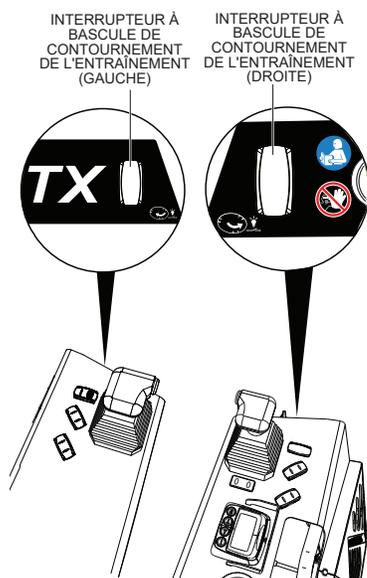

Figure 61. Commutateur à bascule de contournement d'entraînement
4. Pour installer les autres pales de la calandre, tournez les rotors en maintenant enfoncé l'interrupteur à bascule de contournement de l'entraînement gauche ou droit (Figure 61) et la pédale de commande.